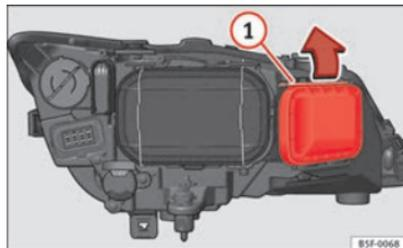

Abb. 183 Glühlampe für Blinklicht
- Verschieben Sie die Strebe ⇒ Abb. 183 ① in Pfeilrichtung und nehmen Sie den Deckel ab.